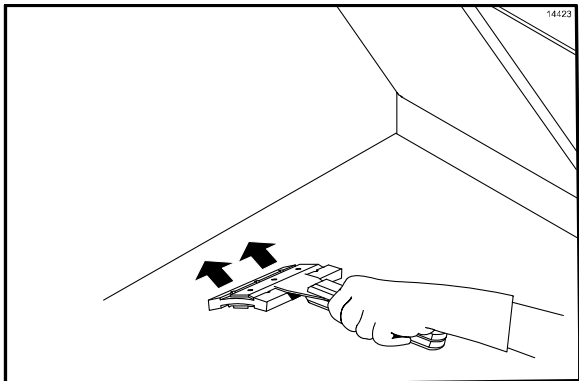

Рисунок 29
11. С помощью резинового скребка для гриля счищайте остатки жира в жируловителе. (См. рис. 29)